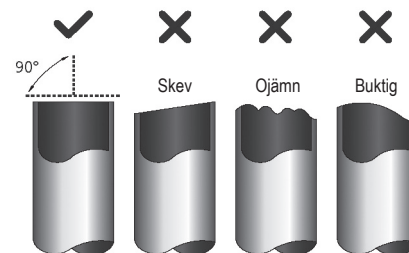

Fig. 6.1
- Kapa röret till en perfekt 90-graders vinkel. Se fig 6.1 för exempel på misslyckade kapningar